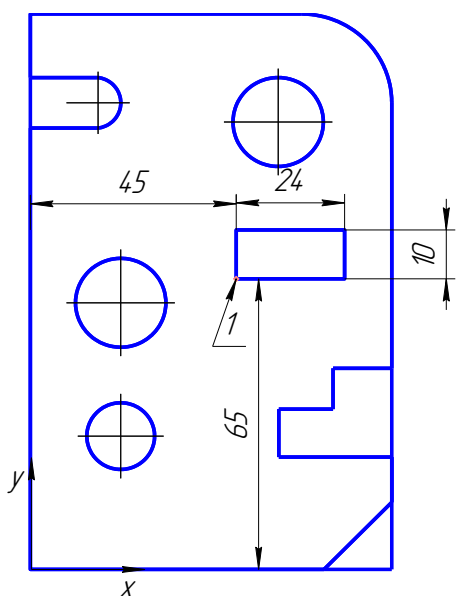

Рис. 6
10. Вырезаем призматическое отверстие (рис. 6). Нажмите кнопку  **Прямоугольник** на панели **Геометрия**. На **Панели свойств** введите координаты $x = 45$, $y = 65$ нижней левой вершины прямоугольника и значения его высоты 10 и ширины 65. Нажмите  **Прервать команду** на **Панели управления**.